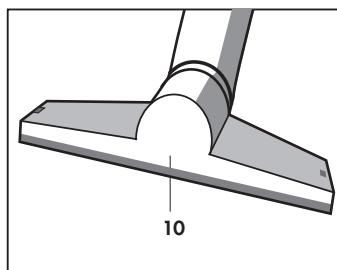

Fig. 13
- E' composta da una parte universale (10) (**Fig.13**) sulla quale possono essere montate a seconda delle esigenze: